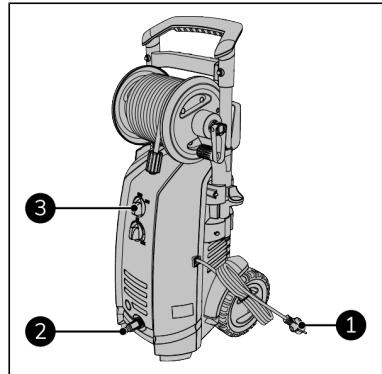

Figure 74.
2. Assurez-vous que le commutateur MARCHE(I) / ARRÊT(0) (Figure 74, pos. 3) est en position ARRÊT(0).
3. Vissez l'entrée d'eau (y compris le filtre) sur le filetage situé à l'avant de la machine (Figure 74, pos. 2).
4. Insérez la fiche d'alimentation (Figure 74, pos. 1) dans une prise reliée à la terre et facilement accessible.
5. Raccordez l'alimentation en eau à l'appareil (Figure 74, pos. 2).